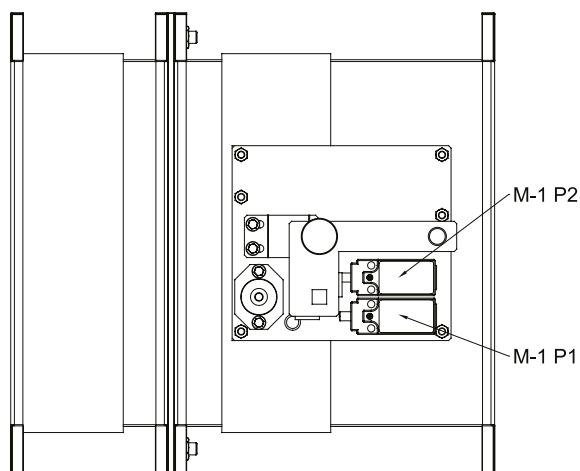

FIG. 4 Pala chiusa
- 1 - Togliere tensione alla serranda e portare la leva in posizione di sicurezza (come in FIG. 4);